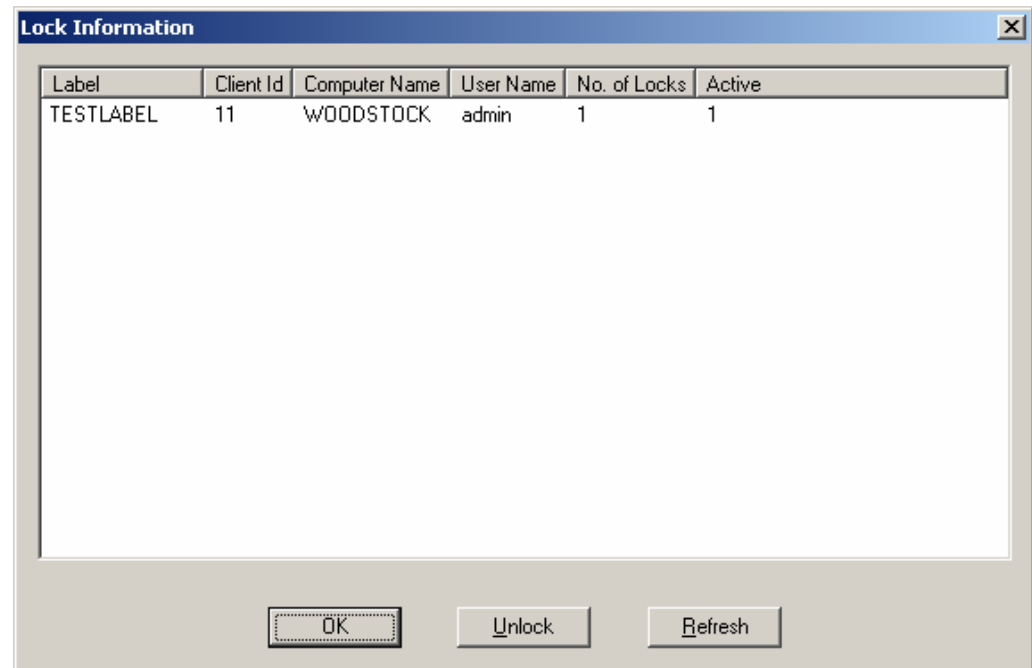

Abbildung 7: Dialogbaustein *Lock Information* in dem alle gelockten **V5** Transaktionen aufgeführt werden
- ☐ Mit **Connect LockMng** verbinden Sie sich mit dem Lock-Manager. Es öffnet sich ein Dialog in dem die gelockten Clients aufgeführt werden. Diese Funktionalität steht Ihnen nur in Verbindung mit V5 zur Verfügung. Dazu müssen Sie ein Objekt in V5 geöffnet haben. Siehe auch: Abbildung 7.